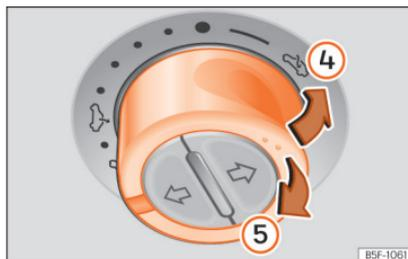

Abb. 16 Im Dachhimmel: Schalter zum Ausstellen oder Absenken des Dachs drücken bzw. ziehen.
- Hochfahren: Drücken Sie den Schalter auf die Position »» **Abb. 16** ④. Zum Einstellen einer Zwischenposition betätigen Sie den Schalter bis die gewünschte Position erreicht ist.
- Senken: Ziehen Sie den Schalter auf die Position »» **Abb. 16** ⑤. Zum Einstellen einer Zwischenposition betätigen Sie den Schalter bis die gewünschte Position erreicht ist.